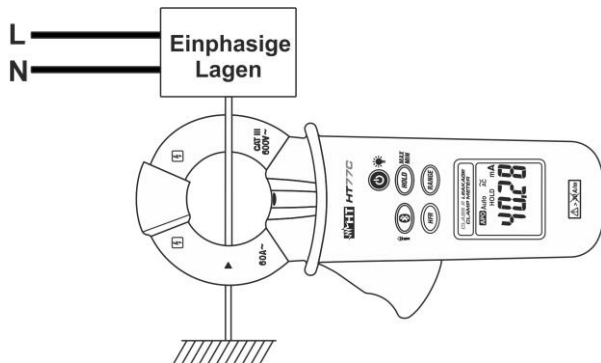
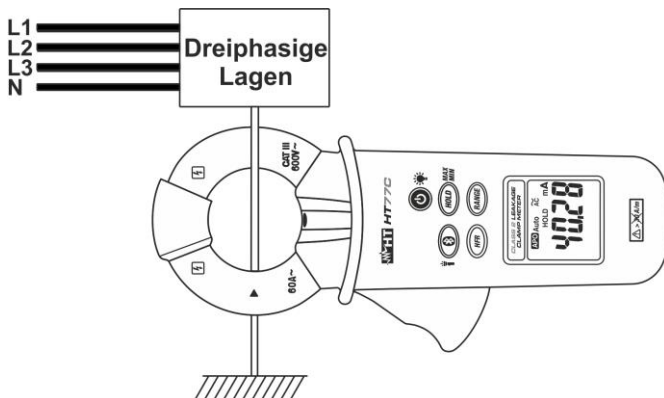

Abb. 4: Messung Leckstrom mit der direkten Methode auf Einphasige lagen
Abb. 6: Messung Leckstrom mit der direkten Methode auf Dreiphasige lagen
2. Öffnen Sie die Zangenbacken und schließen Sie die Zange an, wie in Abb. 4 und Abb. 6 gezeigt. Der Wert des Leckstroms wird im Display angezeigt